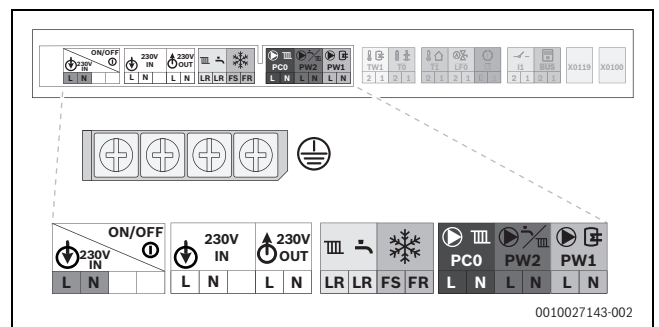
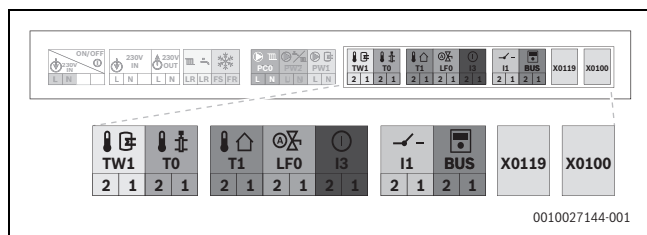

Bild 157 Netzspannungsbereich: Klemmleiste
Bild 158 Niederspannungsbereich: Klemmleiste
- ▶ Kabel an der Klemmleiste für externes Zubehör (→ Bild 157 und Bild 158) anschließen.